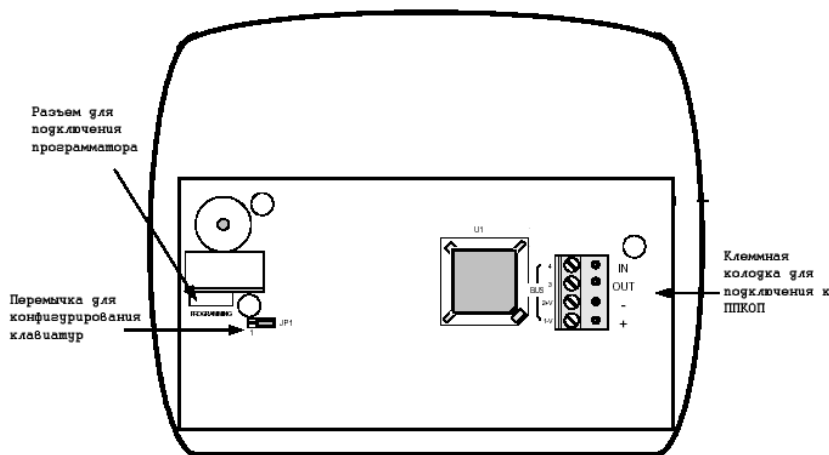

Рис. 17 Расположение элементов на плате клавиатуры.
- Закоротите контакты 1 и 2 перемычки JP1 (см. рис. 17).